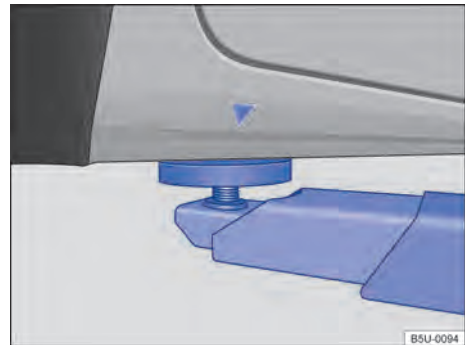
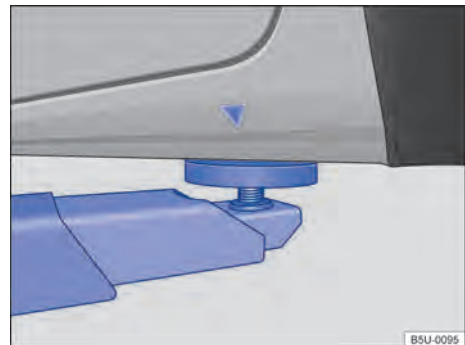

Fig. 213 Puntos de apoyo delanteros para la suspensión con plataforma elevadora o con gato.
Fig. 214 Puntos de apoyo traseros para la suspensión con plataforma elevadora o con gato.
El vehículo debe ser suspendido solamente por los puntos indicados en las figuras → fig. 213 y → fig. 214. Si el vehículo no está suspendido por los puntos indicados, pueden ocurrir daños en el vehículo → ⓘ y lesiones graves → ⚠.
- Suspender el vehículo solamente por los puntos indicados en las figuras → fig. 213 y → fig. 214. Si el vehículo no es suspendido por los puntos indicados, puede caer de la plataforma elevadora cuando, por ejemplo, se desmonta el motor o la suspensión.